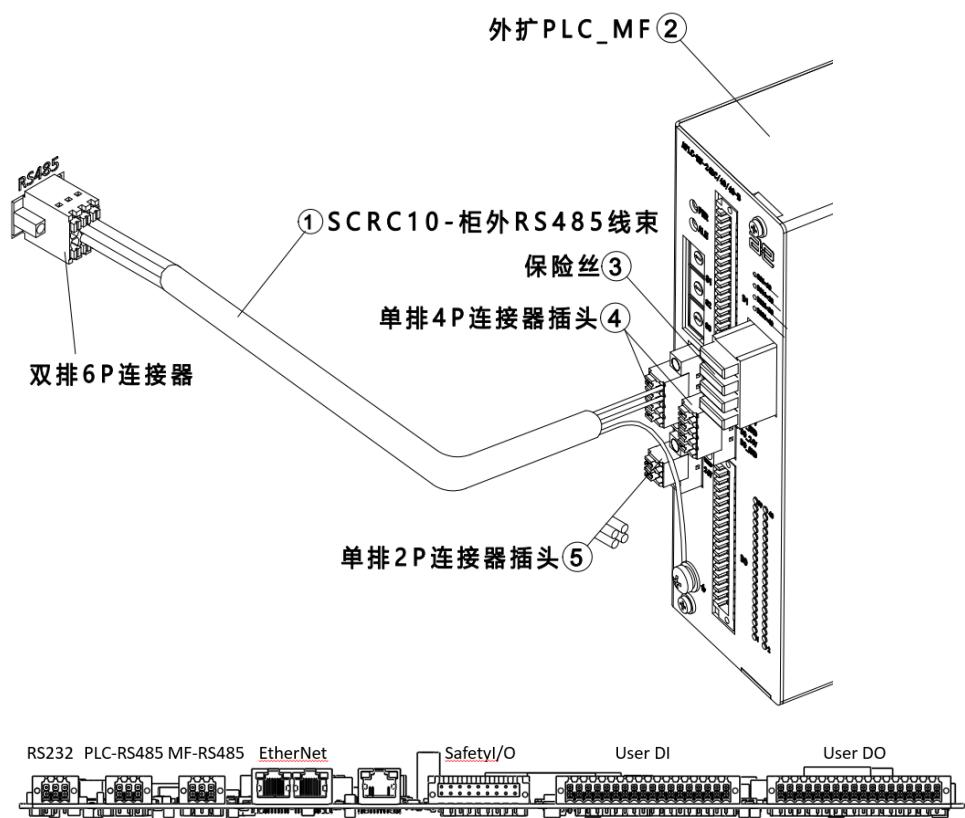

图 20-4 连接外扩 PLC_MF
步骤2. 将 ① SCRC10-柜外 RS485 线束带有双排 6P 连接器的一端接在 MCBS 板上的 MF-RS485 接口（接口位置如图，打开柜门后从下向上看，左数第 3 个 6pin 连接器），将 ① SCRC10-柜外 RS485 线束的另一端连接到 ② 外扩 PLC_MF 上，屏蔽层连接到接地处，另外两个信号线分别连接到对应于 X1 的 “+” 、 “-” ，参考图 20-4。